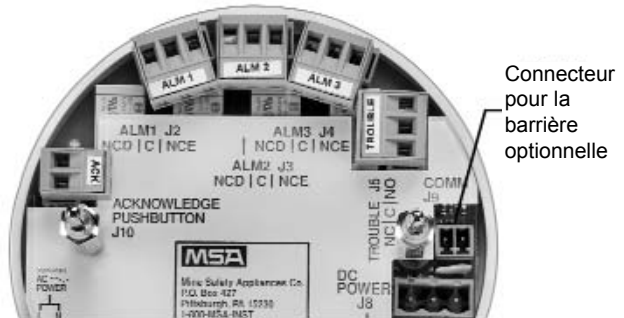

Figure 3
7. Installez le câblage pour un bouton poussoir d'accusé de réception optionnel (J10) et/ou pour des relais optionnels (FIGURE 3).
8. Connectez la barrière HART optionnelle sur J9 (FIGURE 3).